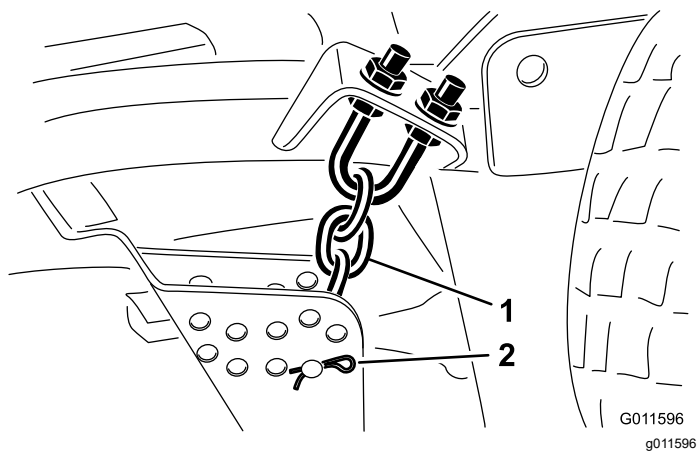

Рисунок 19
9. Снимите игольчатый шплинт и шплинтуемый штифт, которые крепят цепи регулировки высоты скашивания к задней части режущего блока (**Рисунок 19**).